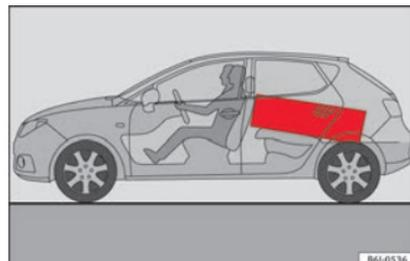

Fig. 147 Placez les objets lourds le plus à l'avant possible.
- Rangez autant que possible les objets lourds au fond du coffre à bagages » fig. 147.